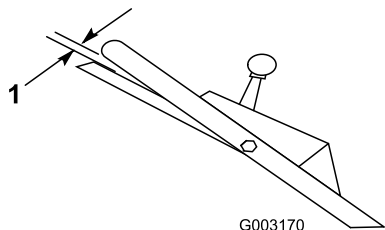

Figura 30
**Nota:** El ajuste es correcto cuando las ruedas traseras dejan de girar y la barra de control está a aproximadamente 2,5 cm del manillar (Figura 30).